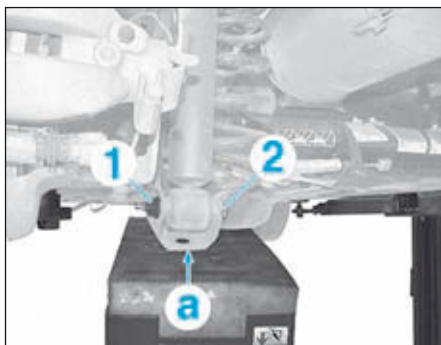
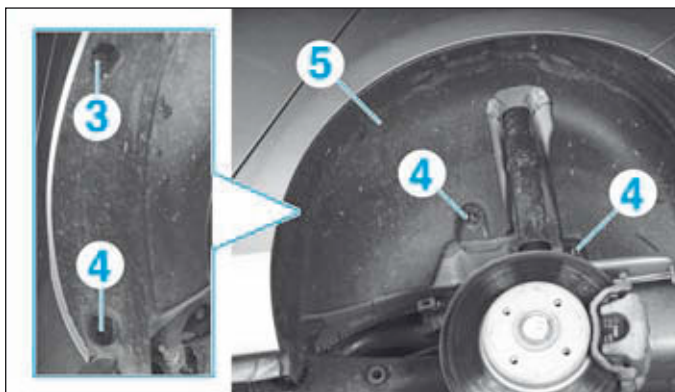

FIG.47
FIG.48
- Mettre en place un outil de levage en (a) et comprimer légèrement le ressort de suspension (Fig.47).
- Déposer l'écrou (1) et chasser la vis inférieure (2) de l'amortisseur.
- Déposer la vis (3) et les agrafes (4) (Fig.48).
- Ecarter le pare-boue (5).